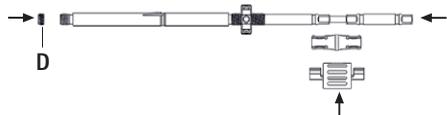

Rys. 10
- ▶ Nakręcić nakrętkę mocującą C na tulejkę wewnętrzną, patrz Rys. 10.